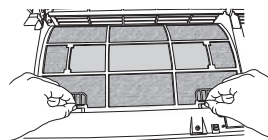

Fig. 4
3. Segure e puxe o filtro para fora (fig. 4) e retire a sujeira com um aspirador de pó.